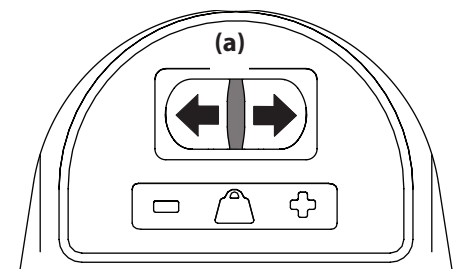

Figure 2-19
La suspension pneumatique du siège (série 900) peut être réglée vers le haut ou vers le bas à l'aide du levier de réglage de la hauteur qui se trouve à l'avant du siège. Déplacez le levier vers la gauche (+) pour relever le siège ou vers la droite (-) pour abaisser le siège. Voir Figure 2-19.
2. Retirez le protecteur en plastique rouge (d) (si équipé) de la borne positive (a) de la batterie et branchez le câble rouge positif (c) pour le système de relevage du plateau de coupe (si équipé) et le câble positif de la prise de 12 V (si équipé) à la borne positive (a) avec un boulon (e) et un écrou (f). Voir Figure 2-19.